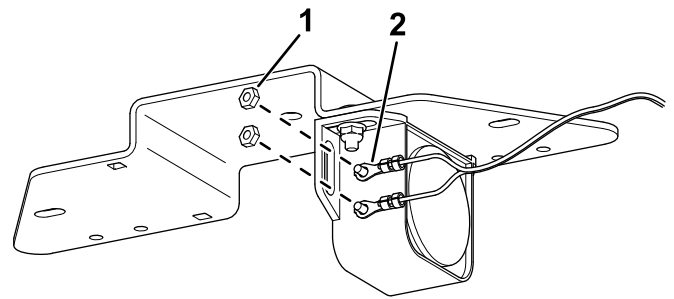

Figur 1
1. Bruk to låsebolter (1/4 x 3/4 tomme) og to flensmuttere (1/4 tomme) for å feste tankplaten til kjølevæskeflasken (Figur 1).